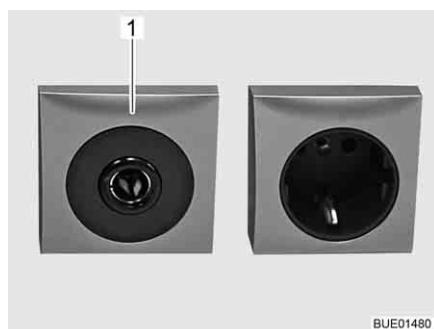

Fig. 85 Presa 12 V/10 A
- ▷ Alle prese (Fig. 85,1) della rete di bordo a 12 V, connettere solo apparecchi funzionanti al massimo a 10 A.